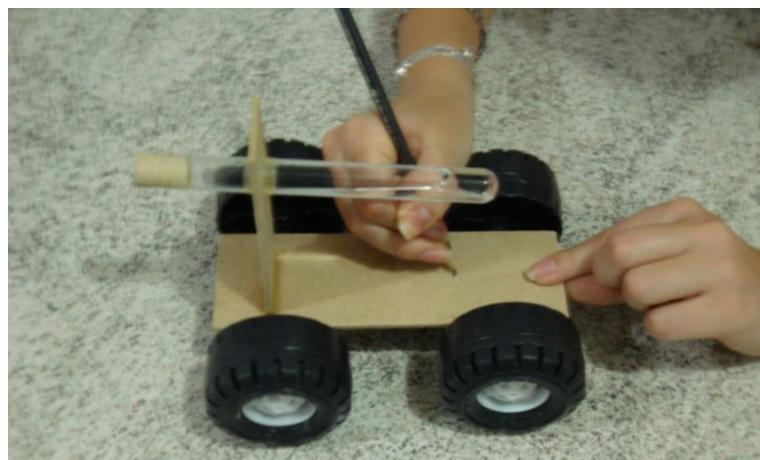

Figura 10. Demarcar um local para colocar a vela.
10) Com o lápis, demarcar um local para colocar a vela, de forma que a chama fique próxima da extremidade do tubo de ensaio (figura 10).